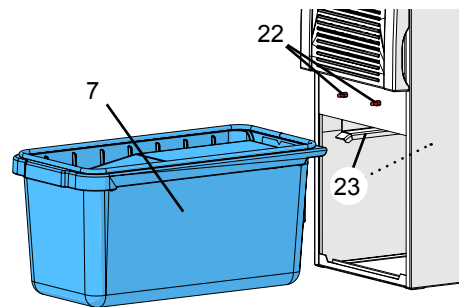

Fig. 16
- ⇒ Controllare che le guarnizioni del vano raccogli-polvere (24) non siano danneggiate, e all'occorrenza sostituirle.
- ⇒ Inserire il vano raccogli-polvere diritto fino alla battuta. Nel fare questo, assicurarsi che il vano raccogli-polvere sia correttamente inserito nella guida (23, Fig. 16).
- ⇒ Inserire il pannello frontale (5, Fig. 1) in basso e quindi premere sui perni di arresto in alto (22, Fig. 16) fino allo scatto.